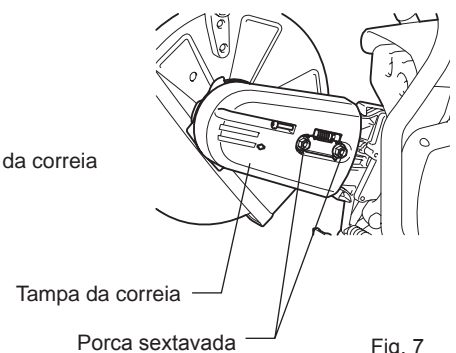

Fig. 7
- (8) Instale a tampa da correia. (Fig. 7)